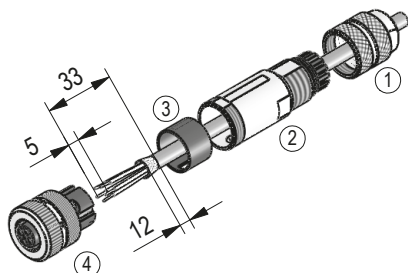

Abb. 13: Gegenstecker M12 T-kodiert gerade
- Zubehör SIKO Art.Nr. "89115" M12 T-kodiert (Buchse 4 pol. Betriebsspannung) (**Abb. 13**).
Montage (**Abb. 13**)